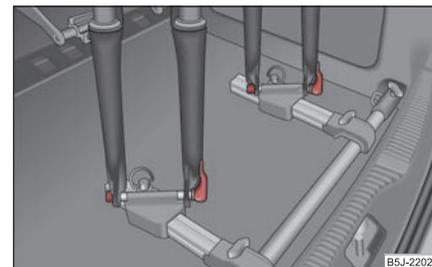

Abb. 91 Fahrrad einsetzen
- Die Fahrradgabel auf die Befestigungsachse aufsetzen und mit dem Schnellspanner festziehen ⇒ Seite 79, Abb. 91.